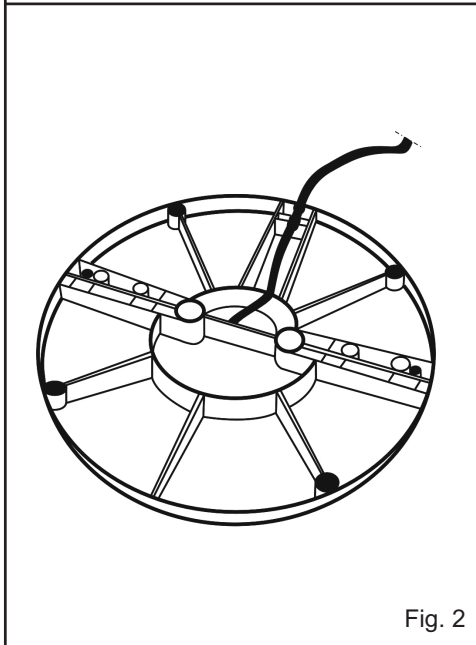

Fig. 2
2. Pase el cable de alimentación por el interior de la base y sujételo en el anclaje (Fig.2)
2. Run the power cable through the inside of the base and fix it to the fitting under the base. (Fig.2)
Passer le câble d'alimentation à l'intérieur de la base et le fixer à l'ancrage situé sous la base. (Fig.2)